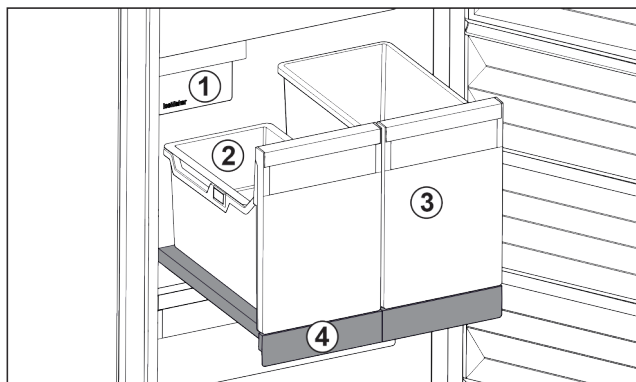

Fig. 50 Vysouvací přihrádka s IceTower
Na vysouvací přihrádce jsou dvě vysoké nádoby (IceTower). V nádobě Fig. 50 (2) se shromažďují a skladují kostky ledu z IceMaker. Nádoba Fig. 50 (3) se hodí pro skladování vysokých potravin jako pizzy nebo alkoholické nápoje.